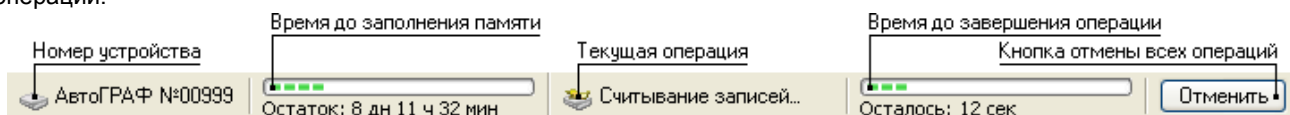

Рис. 79 – Панель устройства.
- Выберите **Меню – Устройство – Считать записи** или нажмите кнопку  на Панели быстрого доступа. Ход считывания записей отображается на панели устройства. Для прерывания процесса считывания записей из устройства нажмите кнопку **Отмена**, которая расположена на панели устройства (рис.79).